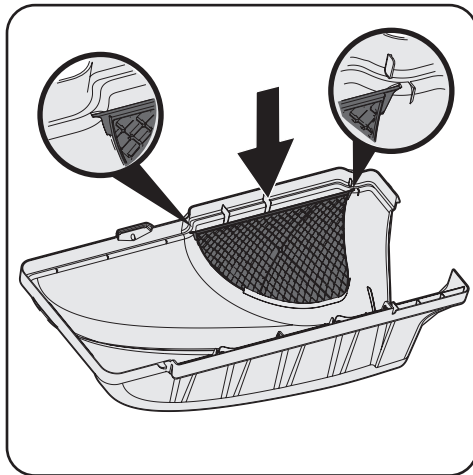

Figure 4-10
4. S'il n'est pas déjà installé par l'usine, installez l'écran de l'ensacheuse dans le couvercle en insérant d'abord une extrémité dans l'orifice de montage découpé correspondant. Assurez-vous de faire passer l'écran sous la lèvre, comme illustré à la Figure 4-10.